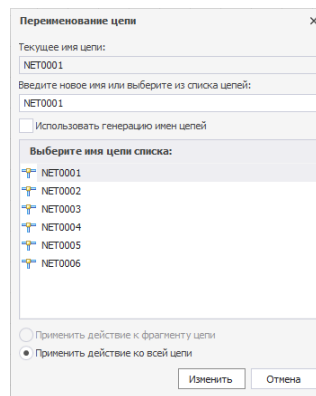

Рис. 104 Окно «Переименование цепи»
- Общий вид окна «Переименование цепи» представлен на Рис. 104.